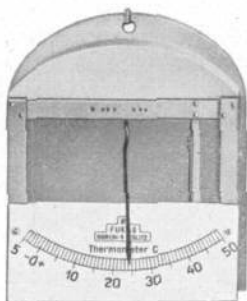

Bild 3
b) Fuess-Metallthermometer (Bild 3 bis 5)